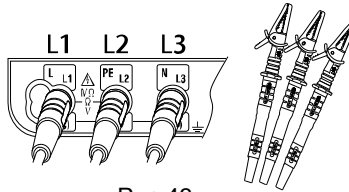

Рис.43
2. Вставьте измерительные щупы в прибор. (Рис.43)